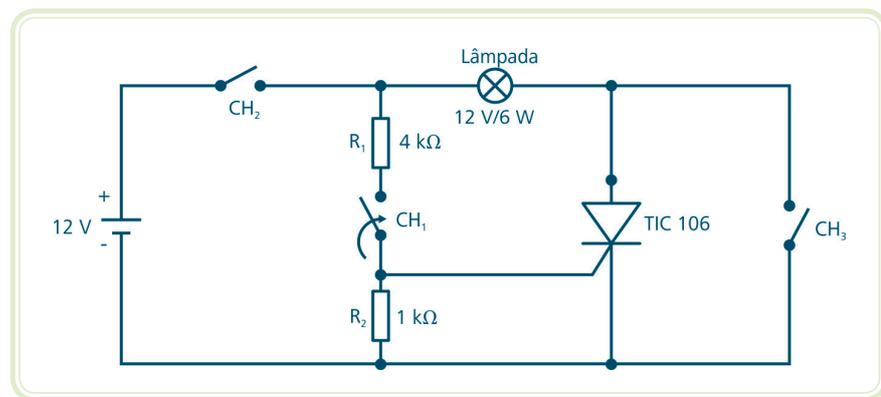

Figura 5.10: Circuito de bloqueio por chave
Fechando-se CH_3 da Figura 5.10, naturalmente a lâmpada não se apagará, pois a chave curto-circuita o SCR, ficando a lâmpada alimentada diretamente pela tensão da fonte. Como o SCR real não é exatamente um curto-circuito, toda corrente da lâmpada vai passar pela chave CH_3 e a corrente de anodo do SCR cairá a zero ($I_A < I_H$). O SCR então irá bloquear.
6. Explique o mecanismo de bloqueio por chave de um SCR na Figura 5.10, após a chave CH_3 ser fechada.